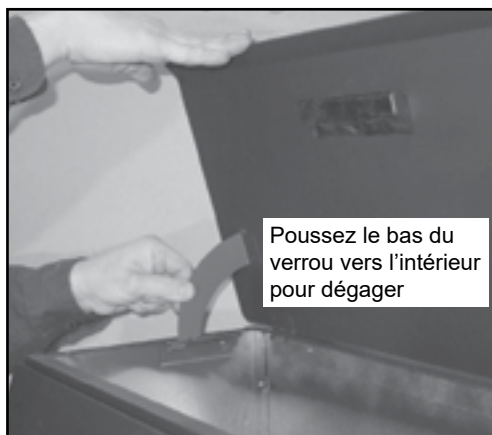

Figure 11.2
3. Pour fermer le couvercle de trémie, tout en maintenant le couvercle ouvert à une main, poussez le bouton de dégagement du verrou vers l'intérieur afin de le déverrouiller et de lentement refermer le couvercle (**Figure 11.2**).
2. Connectez votre fil de thermostat à l'W et R terminaux (voir Figure 11.2, page 11).